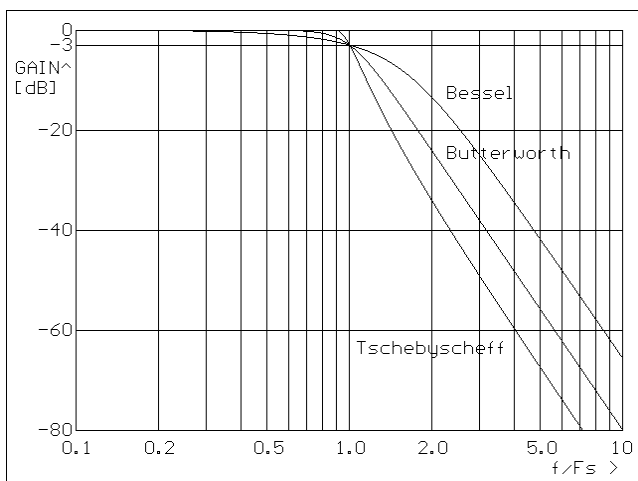

Abb. 7 - Amplitudengang
2. Man setzt im Sperrbereich eine in der Anwendung erforderliche Mindestdämpfung fest und liest die zugehörige Frequenz in Abb. 7 von der x-Achse ab
Soll nun ein Bessel-Filter eine (Nutz-)Frequenz von 200 Hz noch zu weniger als 0,5 dB dämpfen, so muss die Eckfrequenz  $200 \text{ Hz} / 0,41 = 488 \text{ Hz}$  betragen. Ein Butterworth-Filter könnte die Eckfrequenz von  $200 \text{ Hz} / 0,77 = 260 \text{ Hz}$  haben, ein Tschebyscheff-Filter  $200 \text{ Hz} / 0,93 = 215 \text{ Hz}$ . Wie in Abb. 7 abzulesen ist, würde ein 488 Hz-Bessel-Tiefpass eine Einstreuung von 1000 Hz ( $f/F_s = 1000/488 = 2,05$ ) mit  $-14$  dB bedämpfen. Für ein 260 Hz-Butterworth-Filter liegen die 1000 Hz an der Stelle  $f/F_s = 1000 / 260 = 3,85$ . Dort erreicht das Butterworth-Filter schon eine Dämpfung von  $-47$  dB. Das 215 Hz-Tschebyscheff-Filter hat an der Stelle  $f/F_s = 1000 / 215 = 4,65$  sogar schon eine Dämpfung von  $-65$  dB.